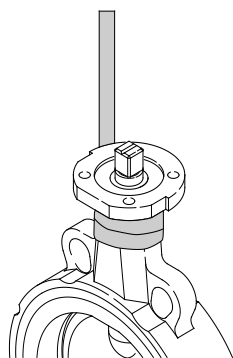
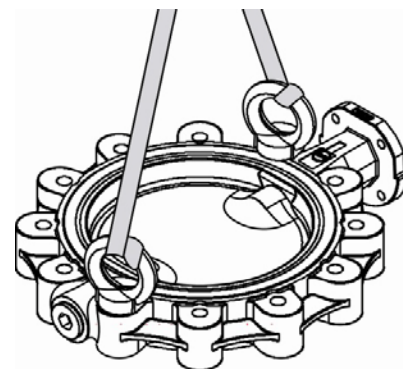

Bild 1
Bild 3
- Anschlag von Haltegurten gemäß Bild 1 bis Bild 3,